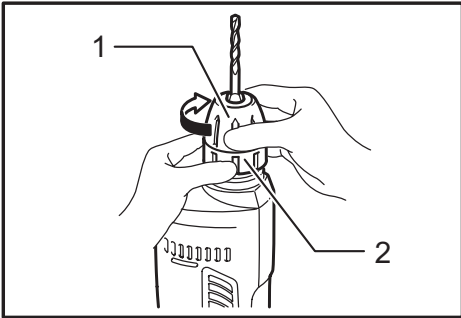

Fig.3
► **Fig.3:** 1. Sleeve 2. Ring